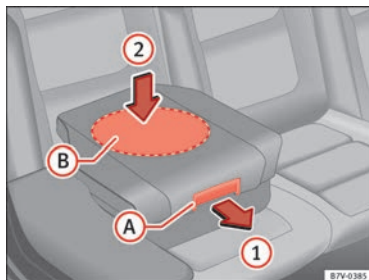

Fig. 33 Seggiolino per bambini integrato: abbassare il cuscino.
- Tirare il cuscino in avanti dalla leva di sbloccaggio ⇒ fig. 33 **A** nella direzione indicata dalla freccia **1**.